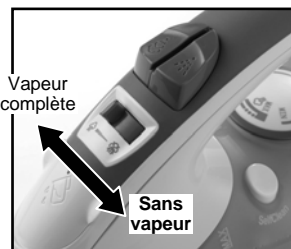

Fig. 1
1. Tournez le cadran de commande de la température à «MIN» et glissez le levier de commande pour vapeur variable à «sans vapeur». (Fig. 1)
2. Inclinez le fer à repasser à un angle de 45° comme illustré à la figure 1 ci-dessus et versez lentement l'eau dans le réservoir en utilisant le flacon de remplissage. Remplissez le réservoir d'eau jusqu'au niveau «MAX» qui est inscrit sur le côté du réservoir d'eau. **NE REMPLISSEZ PAS** le réservoir d'eau à l'excès.